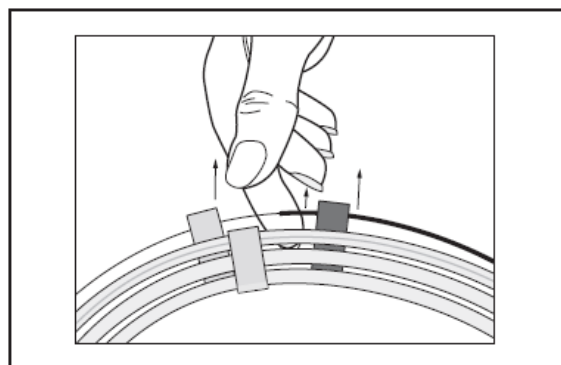

図 3: ワイヤ固定具とシース固定具の間からデリバリーワイヤとシースを慎重に外す
- 8) デリバリーワイヤとイントロデュサーシースを一緒につかみ、ワイヤ固定具(白色)とシース固定具(オレンジ色)から、デリバリーワイヤがねじれないように慎重に外す(図 3 参照)。